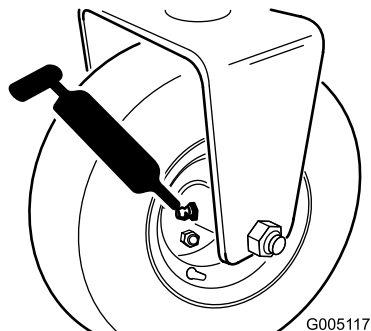

Figure 38
- Roues libres à rouleaux et roulements à billes extérieurs des roues arrière (1) (Figure 38).